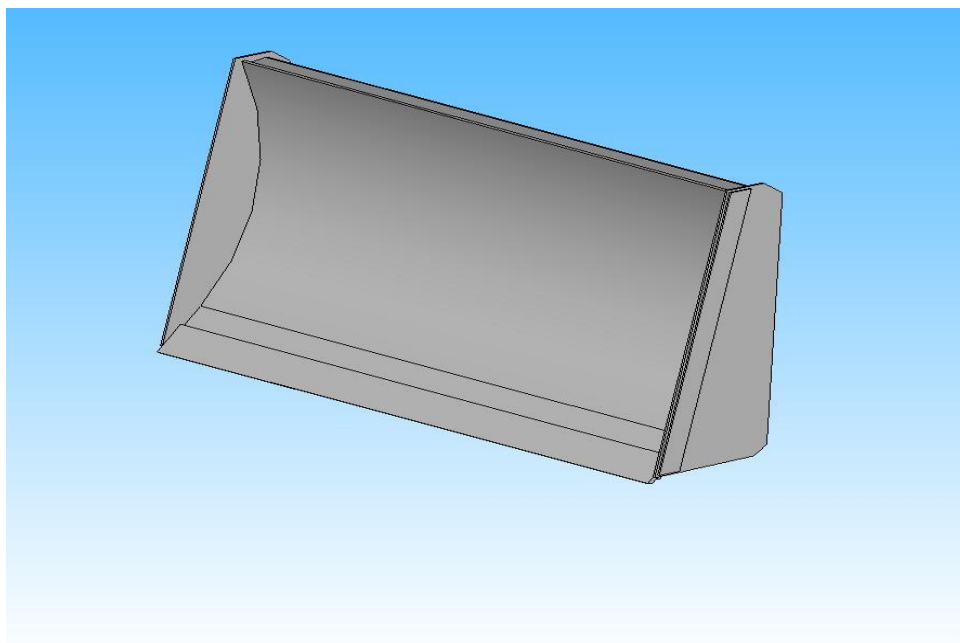

Рис. 3 Бульдозерный отвал
- отвал ПЗ20-3 (рис.3) шириной захвата $1,7 \text{ м}$ – для планирования площадок, сгребания снега и других работ.